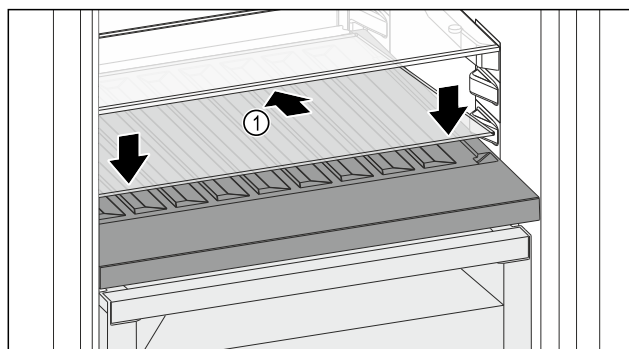

Fig. 98
- Indsæt glaspladen Fig. 98 (1) skråt nedad og bagtil.
- Sænk glaspladen Fig. 98 (1) foran.